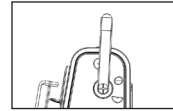

Abb. 1
1. Stellen Sie den Griff nach dem Auspacken in die senkrechte Stellung. [Abb. 1].